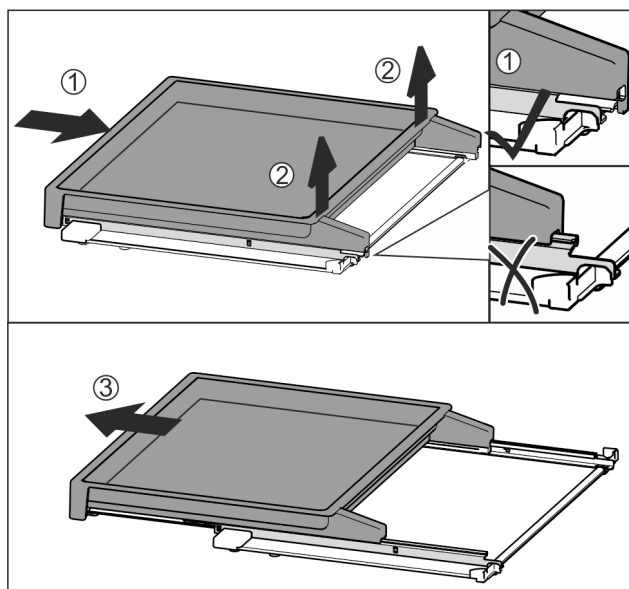

Fig. 154
- Izvlečno polico v celoti potisnite noter Fig. 154 (1).
- Sprostite zaskočni element na zadnji strani Fig. 154 (2).
- Izvlečno polico povlecite naprej in jo odstranite Fig. 154 (3).